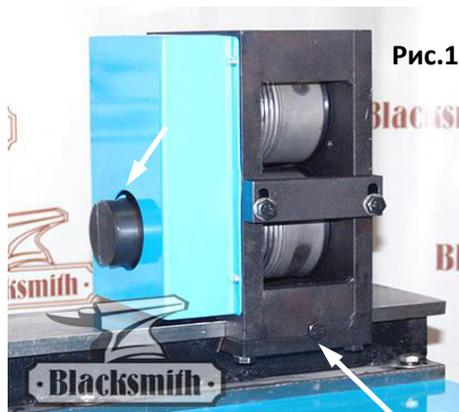

Рис.1
2. Убедитесь в том, что оправки блока двигаются свободно подвигав выходной вал руками (Рис.1).
4. Зафиксируйте блок на станине с помощью стопорного болта. (Рис.1)